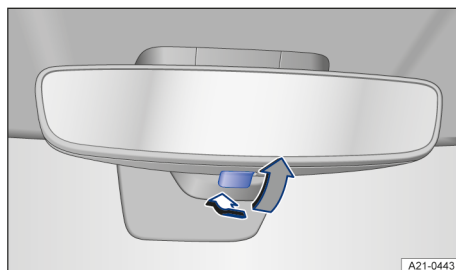

Fig. 91 En el revestimiento interior del techo: retrovisor interior antideslumbrante manual.
- Para oscurecer el retrovisor, tire de la palanca hacia atrás → fig. 91.